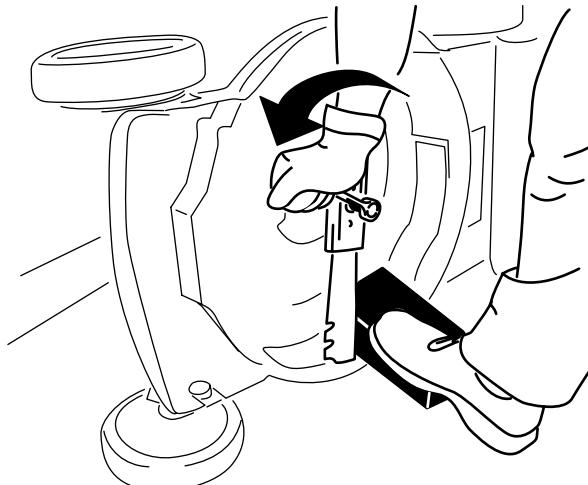

Figure 25
3. Immobilisez la lame avec un morceau de bois (Figure 25).
4. Déposez la lame mais conservez les fixations (Figure 25).